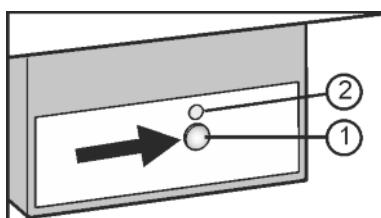

Fig. 18
- Нажмите и удерживайте кнопку On/Off Fig. 18 (1) так, чтобы светодиод Fig. 18 (2) загорелся.